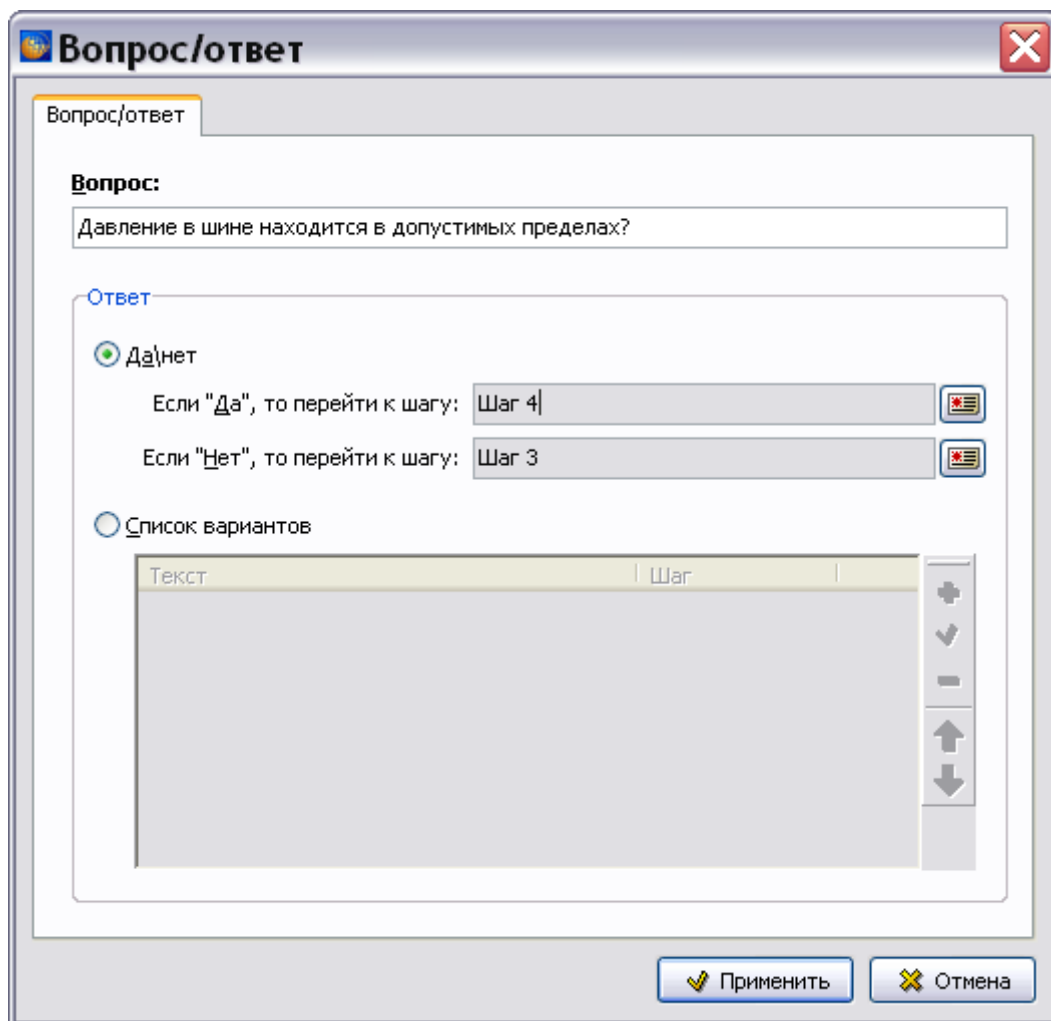

Рис. 8.32
19. Для выбора ссылки нажмите на кнопку **Установить ссылку на шаг**  справа от соответствующего поля. В появившемся диалоговом окне **Перекрестная ссылка** выберите шаг с необходимыми действиями (Рис. 8.32).